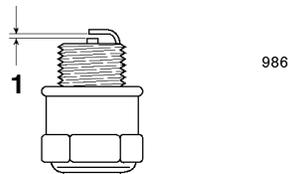

Bild 30
5. Stellen Sie den Elektrodenabstand auf 0,50 mm ein (Bild 30).